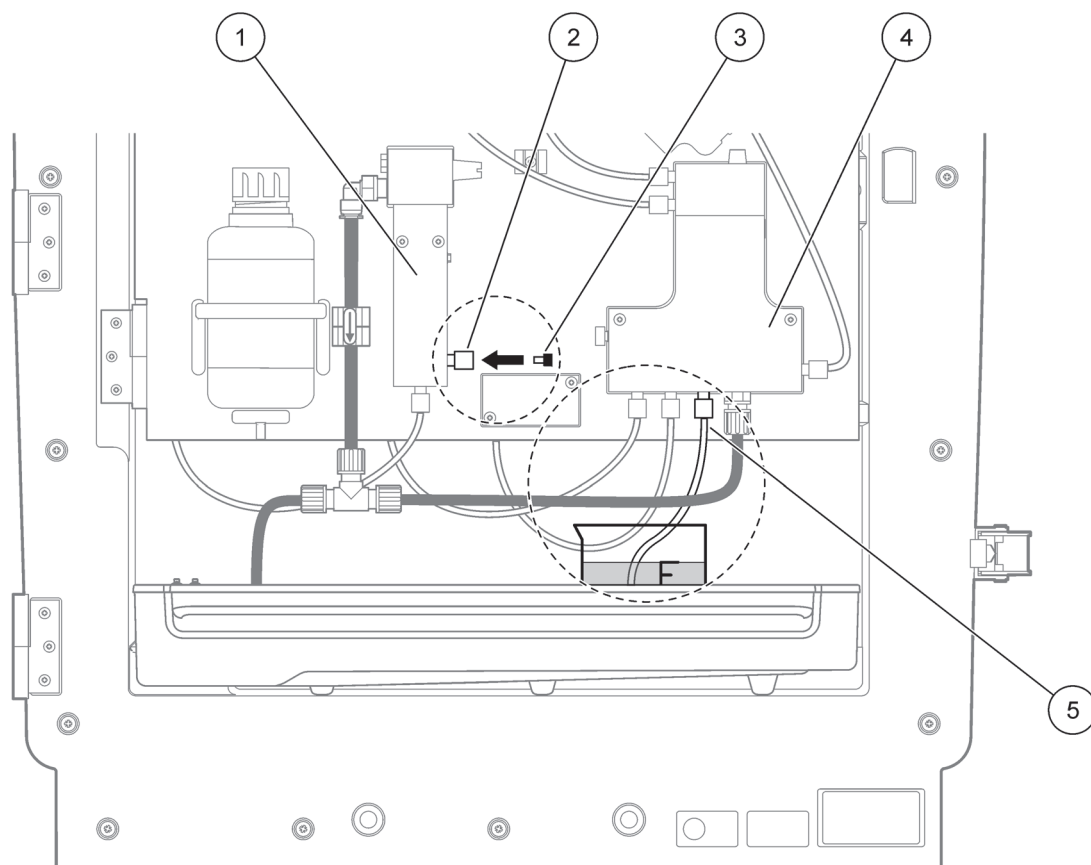

Figure 21 Modification de AMTAX sc
7. Sélectionnez ENTREE pour modifier l'analyseur (Figure 21 à la page 55):